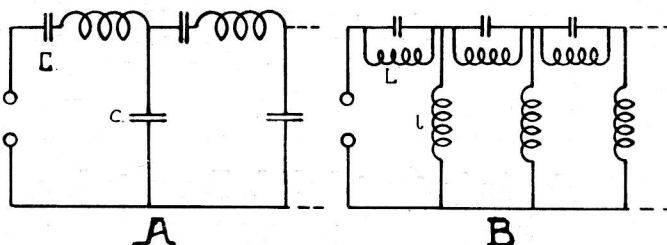

Fig. 1.
De verst gaande resultaten bereikt men op dit gebied met de z.g. kettinggeleiders, waarvan de theorie een tien jaar geleden is opgesteld. Met het schema van fig. 1 is het
b.v. mogelijk een bepaalde toon onverminderd in sterkte door te laten, terwijl de andere nagenoeg onhoorbaar worden. Omgekeerd laat de geleider van fig. 1 b, alle tonen goed door, behalve een toon van een bepaalde frequentie. De condensatoren en spoelen van de verschillende eenheden zijn gelijk. De